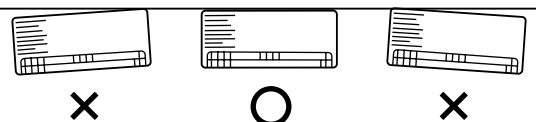

Abb. 3-20
- (2) Mit Messband oder Wasserwaage prüfen. Dies ist für korrekten Einbau der Einheit wichtig. (Abb. 3-20)